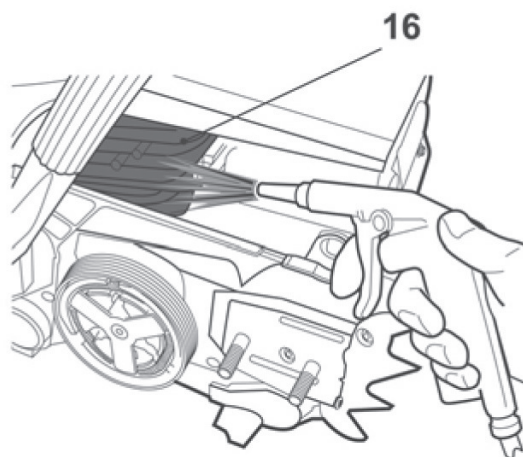

Fig. 51
- > O entupimento devido a poeira entre as aletas do cilindro (16) causará sobreaquecimento do motor. Verifique periodicamente e limpe as aletas do cilindro (16) com ar comprimido (Fig. 51).